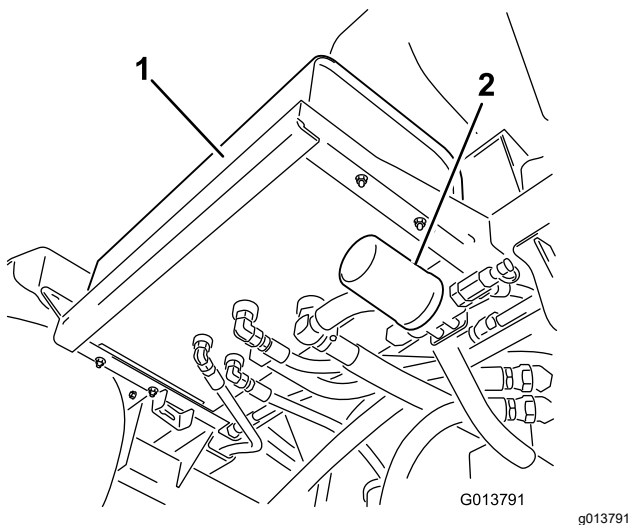
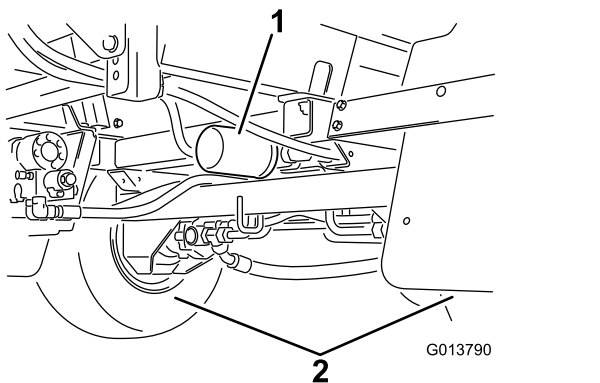

Figure 142
Figure 143
- Localisez les 2 filtres hydrauliques sur la machine (Figure 142 et Figure 143).